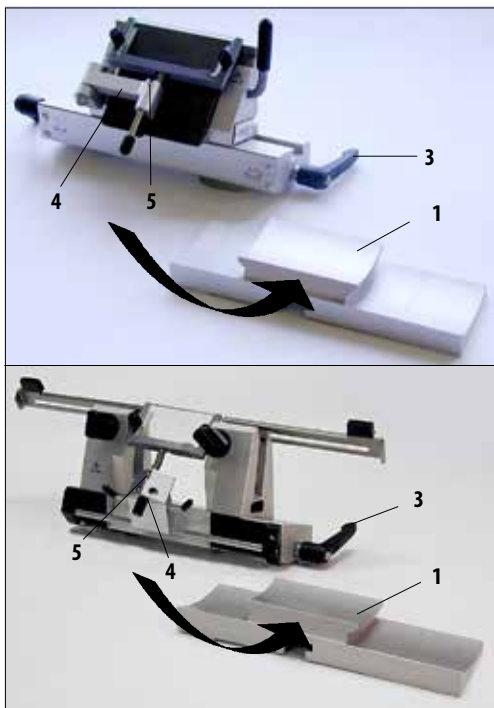

图2
1. 如图2所示，安装刀架底座。
1. 将玻璃板插入更换框并用滚花螺母 (7) 均匀锁紧。
2. 从上方将金属框架的轴 (8) 插入防卷系统旋转臂的开口 (4, 图 2) 中, 使销 (6) 搭入凹槽 (5, 图 2) 中。
3. 从下方将白色塑料垫圈 (9) 滑到轴 (2) 上。
4. 从下方将滚花螺母 (10) 拧到轴 (2) 上。